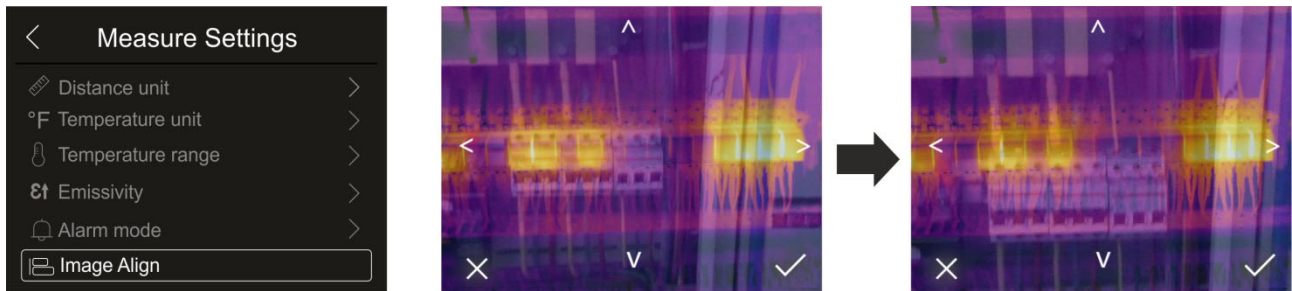

Abb. 27: Ausrichtung des Bildes im Display
1. Berühren Sie "Image Align". Die Abb. 27 – Mitte erscheint im Display, wo es eine Überlagerung der zwei Bilder mit einem niedrigen Infrarotniveau gibt.
2. Berühren Sie die 4 Pfeile auf dem Display, um das IR-Bild zu verschieben, damit es dem visuellen Bild überlagert (siehe Abb. 27 – rechte Seite).